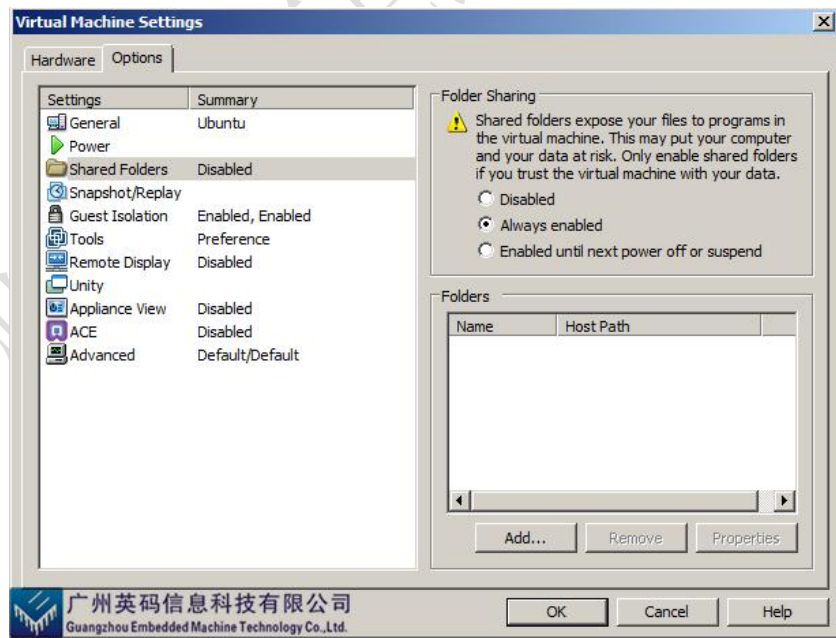

图 4.17
- 2) 选择 options 下的 Shared Folders 。如图 4.17 所示：